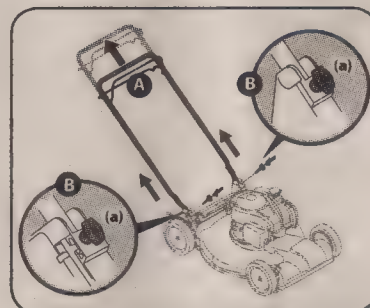

Figura 2-4
- a. Tire hacia arriba en la manija hasta que los orificios de la manija inferior (mostrados en la vista en corte) se alineen con los orificios de la ménsula de la manija. Vea la Figura 2-4.
- b. Inserte los pernos T (a), quitados en el paso 4, a través de la ménsula de la manija y la manija inferior, y ajuste bien para asegurar la manija en el lugar. Vea la Figura 2-4.